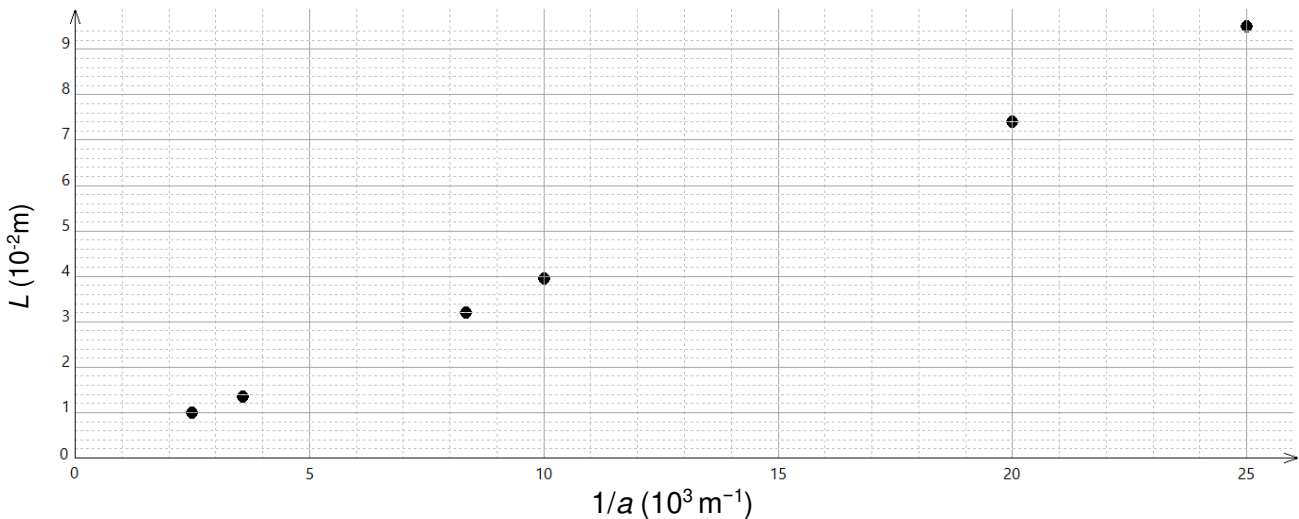

Figure 3 – Représentation graphique de  $L$  en fonction de  $1/a$
**Q.4.** Justifier que les résultats expérimentaux de la figure 3 sont compatibles avec la modélisation  $L = k \times \frac{1}{a}$  où  $k$  est une constante.